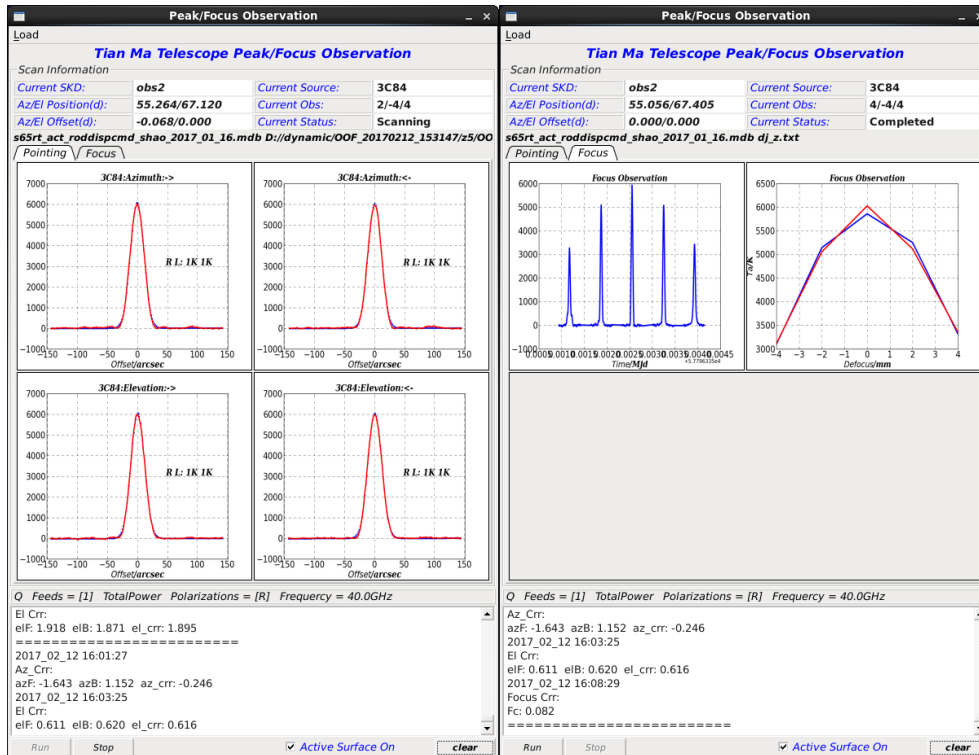

图 6. 指向和焦距快速修正后的界面
- (5) 编辑完成后，将 Q2 波束的一级本振设为 35GHz，将 UDC 的本振设为 4.25GHz。并注意将 DIBAS 的功率调节到 -20dbm 左右。
- (6) 首先进行指向和焦距的快速修正，勾选指向和焦距快速修正软件的 **Active Surface On**，通过 Load 装载编辑的纲要，点击 Run 运行。将会进行指向和焦距的全自动修正，修正后的界面如图 6 所示，在界面下方的显示框中显示修正结果，如果结果不合理，点击 clear 清除修正结果。